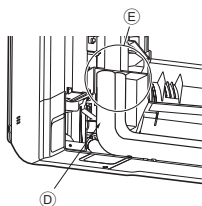

Fig. 3-10
6. Cubra la parte de conexión abocinada con la cubierta del tubo de conexión en L ④ para que no se quede desprotegida. (Fig. 3-10)
- ▲ Tubo de conexión en L ④
8. Cubra la parte de conexión abocinada con la cubierta del tubo de conexión en L ④ para que no se quede desprotegida. (Fig. 3-10)